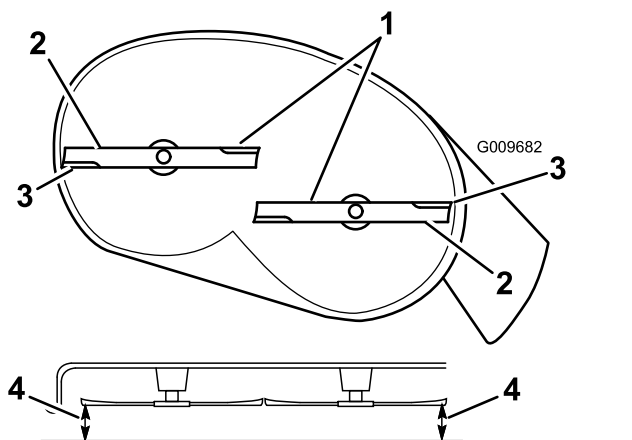
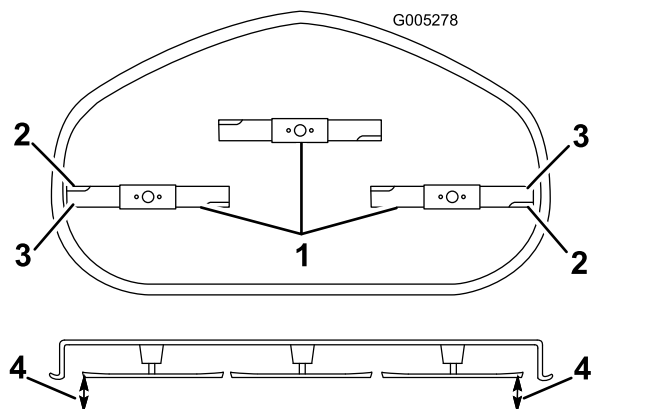

Figure 53
Figure 54
4. Faites pivoter les lames avec précaution pour qu'elles soient toutes parallèles (Figure 53 et Figure 54).
5. Mesurez la distance entre les tranchants extérieurs et la surface plane (Figure 53 et Figure 54).